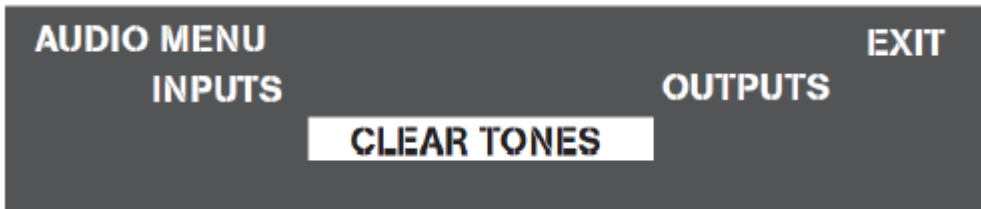

图19: 音频菜单显示
- 1) 从主菜单上，选择**音频**。如下**图19**所示，出现音频菜单。